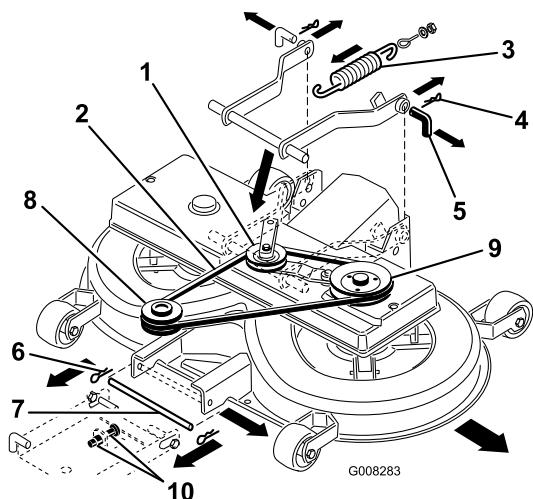

Figura 43
2. Retire la polea de la correa en V y el conjunto del brazo tensor (Figura 43).
8. Tire del brazo tensor hacia dentro y retire la correa en V de la polea (Figura 43).
9. Desconecte el muelle de la palanca (Figura 43).
11. Retire las chavetas de los 2 pasadores traseros y retire los pasadores (Figura 43).
12. Retire la chaveta del pasador delantero y retire el pasador (Figura 43).
13. Retire la correa en V de la polea del motor (Figura 43).
7. Mueva el pasador inferior de la suspensión delantera a la posición inferior de las ranuras, ajustando las dos tuercas M12 de la suspensión delantera (Figura 43).